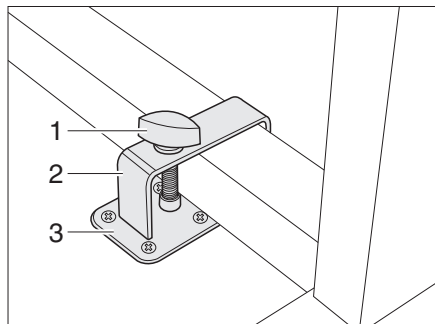
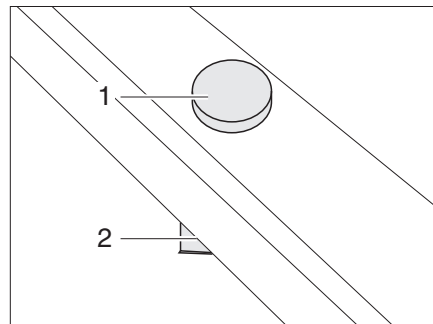

Fig. 52 Dispositif de blocage table pivotante à monture métallique
Fig. 53 Dispositif de blocage table pivotante à monture en plastique
- Placer la table pivotante près du support (Fig. 52,3) ou sur celui-ci (Fig. 53,2).
- Placer l'étrier (Fig. 52,2) avec la vis de fixation (Fig. 52,1) par-dessus le pied de table.
- Pousser l'étrier et, le cas échéant, la table pivotante de telle sorte que la vis de fixation (Fig. 52,1 ou Fig. 53,1) puisse être vissée dans le support (Fig. 52,3 ou Fig. 53,2).